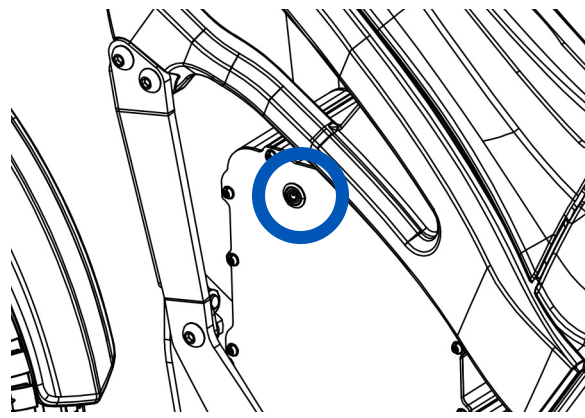

Fig. 10
- 2- Active la batería presionando el botón situado en la parte superior izquierda de la batería y espere el indicador esté en verde (Fig. 10).